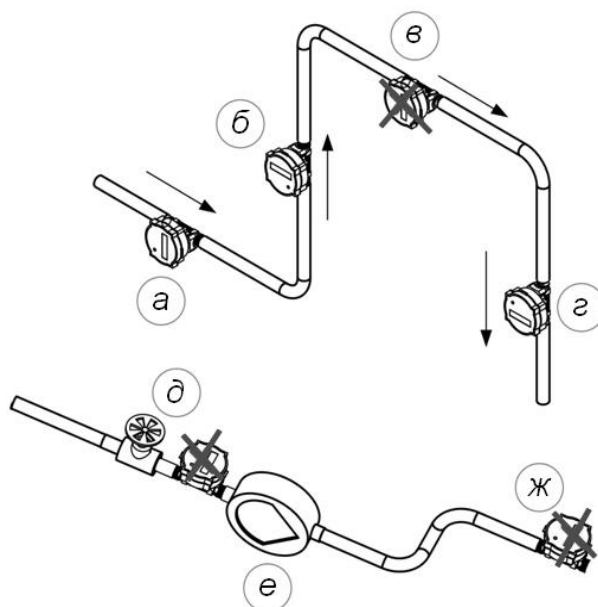

Рис.3. Рекомендуемые места установки расходомера.
6.2.2. Рекомендуемые места установки расходомера приведены на рис.3.
Допускается устанавливать изделие в горизонтальном положении (рис.3 – «а»), лицевой стороной вверх.
Также допускается установка расходомера в наклонный трубопровод, либо под углом 90 градусов (вертикально), в восходящем (рис.3 – «б») или нисходящем потоке жидкости (рис.3 – «г»).
- в самой верхней точке трубопровода (рис.3 – «в»), где наиболее вероятно скопление воздуха;
- непосредственно за задвижкой (рис.3 – «д»), за исключением запорных кранов, которые должны быть полностью открыты;
- в подающей магистрали перед насосом (рис.3 – «е»);
- за коленом, либо несколькими коленами, расположенными в разных плоскостях (рис.3 – «ж»).